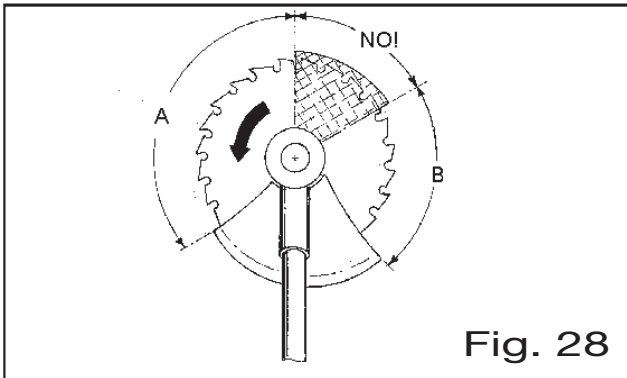

Fig. 28
- Pour couper les troncs ayant de 3 à 7 cm de diamètre, vous ne devez jamais utiliser la scie circulaire en position horizontale, mais l'incliner toujours un peu, et l'orienter du haut vers le bas, pour éviter que la lame ne s'enraye. L'inclinaison doit augmenter à mesure que le diamètre augmente (Fig. 28).